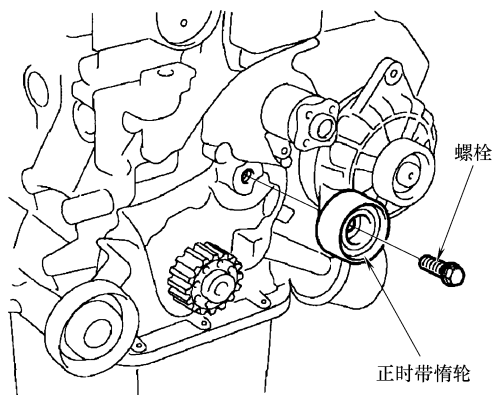

图 31-14 螺栓和正时带惰轮
16) 如图 31-14 所示，拆卸螺栓和正时带惰轮。
8) 参照图 31-14, 安装正时带惰轮, 并将惰轮的固定螺栓紧固至 $43 \sim 55 \text{ N} \cdot \text{m}$ 。